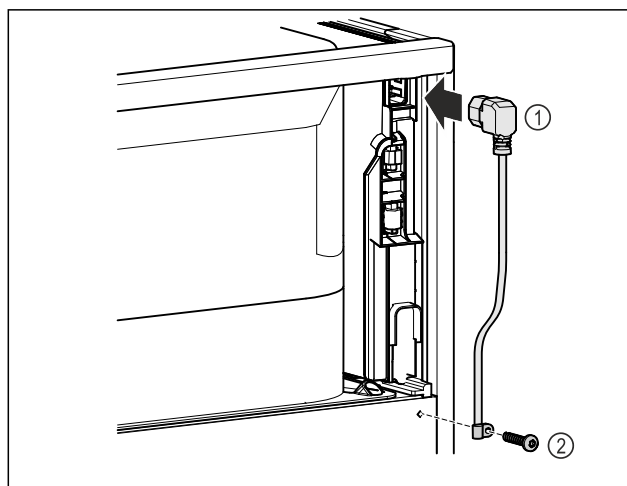

Fig. 8
- ▶ Futni spinën e pajisjes ftohëse të kordonit të lidhjes elektrike Fig. 8 (1) në pjesën e pasme të pajisjes.
- ▶ Montoni fiksuesin e kabllot. Fig. 8 (2)